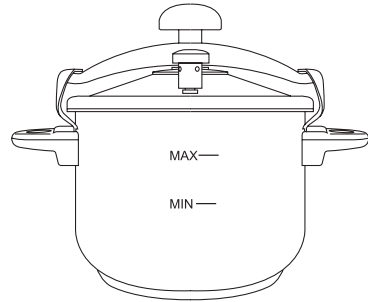
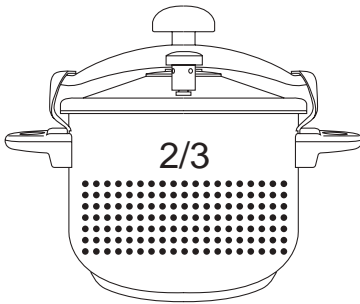

Fig.2b
Fig.2c
- Cantidad de llenado: En el caso de alimentos que no se expandan, tales como carne o verduras, la cantidad de llenado no debe superar 2/3 del volumen de la olla (Fig. 2b). En el caso de alimentos que se expandan, tales como arroz o legumbres, no debe superar 1/3 del volumen de la olla (Fig. 2c).